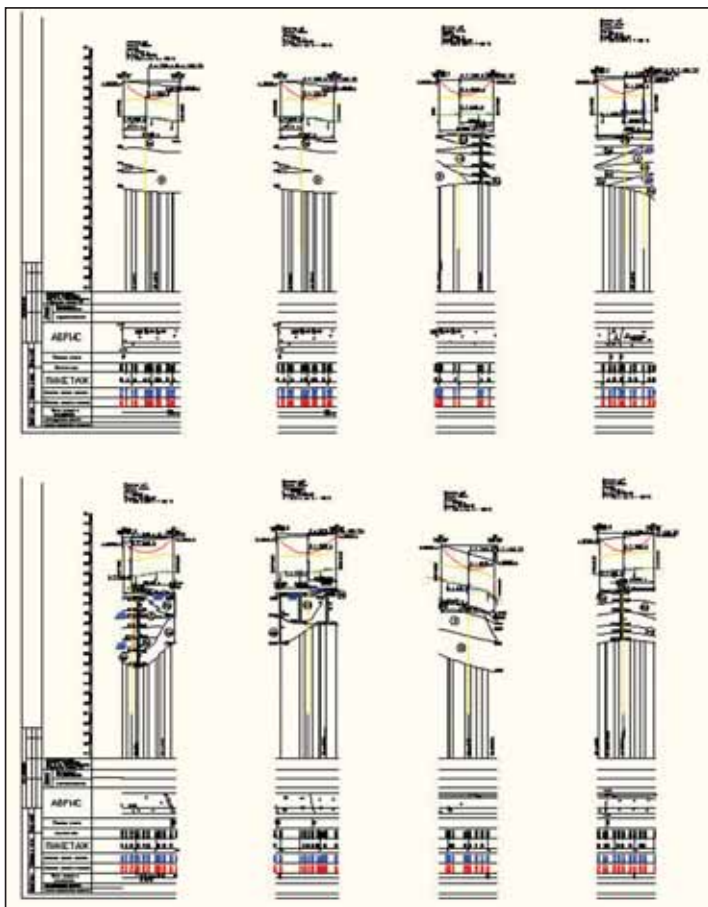

Рис. 16. Оформленные переходы ВЛ через пересечение
- оформленные переходы ВЛ через пересечения (рис. 16);